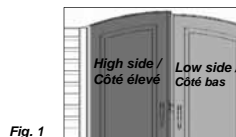
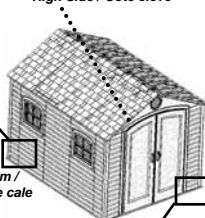

Fig. 1
Fig. 2
**21** 21.1: In some cases, the shed doors may not completely line up at the tops (fig. 1). When this happens, identify which side is higher and use a shim (BD) to slightly raise the back corner of the high side until doors line up (fig. 2). If doors need further adjustment, insert another shim under the front corner opposite of the first shim. If the doors still need further adjustment, stack additional shims (one at a time) alternating between the back and front shims.
21.1 : Dans certains cas, les portes de l'abri peuvent ne pas être parfaitement alignées aux parties supérieures (figure 1). Lorsque cela se produit, identifiez le côté le plus haut et avec une cale d'épaisseur (BD), soulevez légèrement l'angle arrière du côté le plus haut pour obtenir l'alignement des portes (figure 2). Si un ajustement est encore nécessaire, introduisez une autre cale sous l'angle avant opposé à la première cale. Si un autre ajustement est requis, mettez plusieurs cales au-dessus l'une de l'autre (une à la fois) en alternant entre les cales avant et arrière.